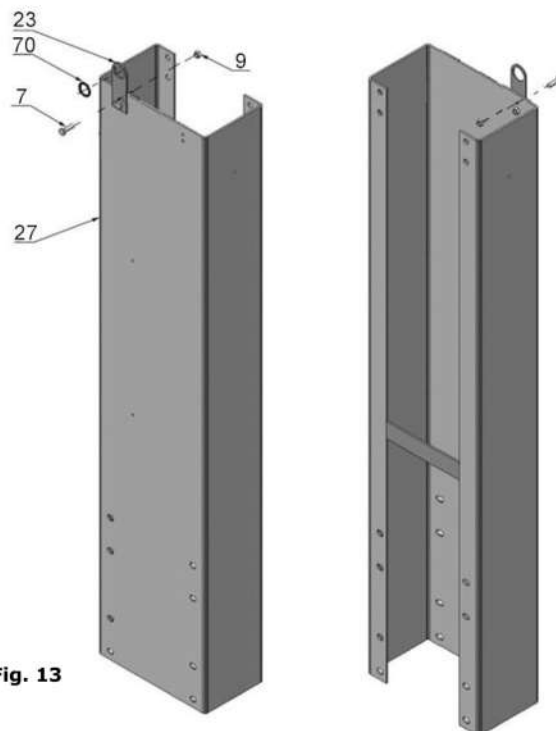

Fig. 13
D. Instalar as peças da colunas de extensão (Ver Fig. 13).